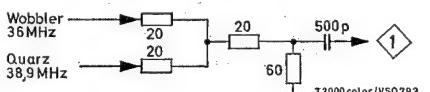

Abb. 54
2. 38,9 MHz-Oszillator quarzgenau und Wobbler (36 MHz) über Koppelglied Abb. 54 an Tuner Meßpunkt 1 anschließen.